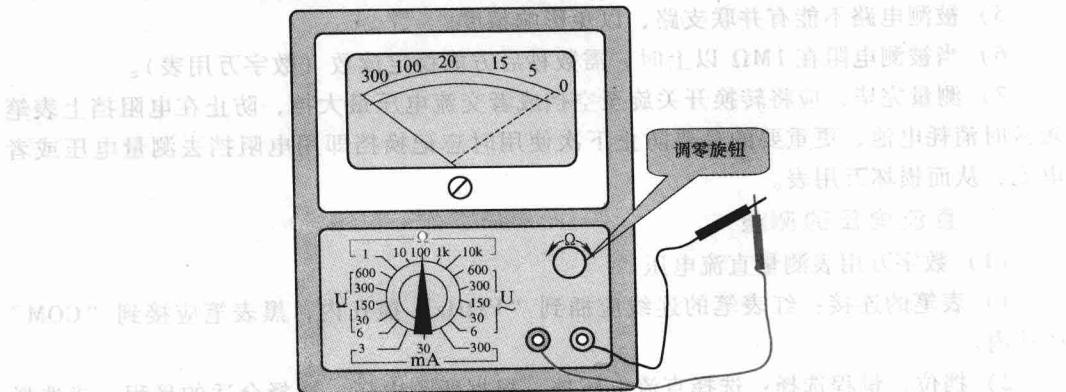

图 1-13 电阻调零检验
3) 进行调零, 如图 1-13 所示, 将两表笔短接, 此时表针会很快指向电阻的零位附近, 若表针未停在电阻零位上, 则旋动下面的“ $\Omega$ ”钮(调零旋钮), 使其刚好停在零位上。若调到底也不能使指针停在电阻零位上, 则说明万用表电压不足, 应更换新电